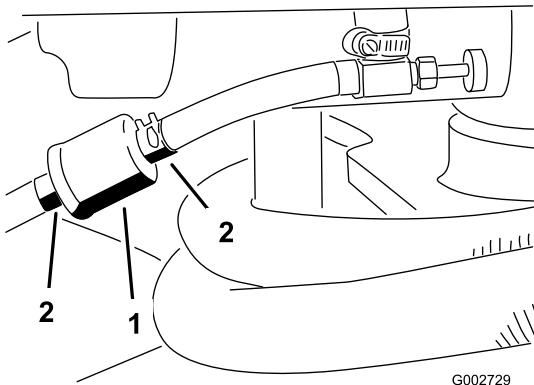

Figura 29
- Feche a válvula de bloqueio do combustível, liberte o dispositivo de fixação da mangueira que se encontra no carburador, na zona do filtro, e retire a tubagem de combustível do filtro (Figura 29).